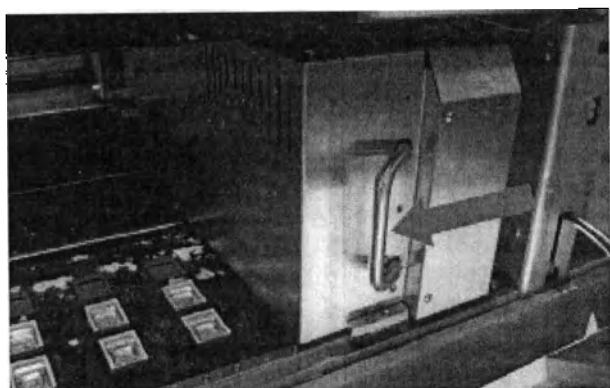

Рисунок 5I
1. Откройте дверцу доступа базовой формы и переместить стейджер влево, удерживая за ручку блока стейджера (рис. 5I).